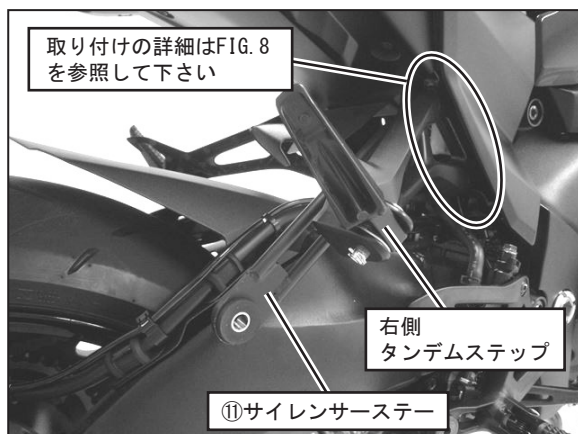

FIG. 7
9. 純正の右側タンデムステップを一旦取り外して、右側タンデムステップ・⑪サイレンサーステーの順に車両に取り付け、⑬キャップボルトM8×30を使用して規定トルクで締め付けて下さい。(FIG. 7, 8 参照)